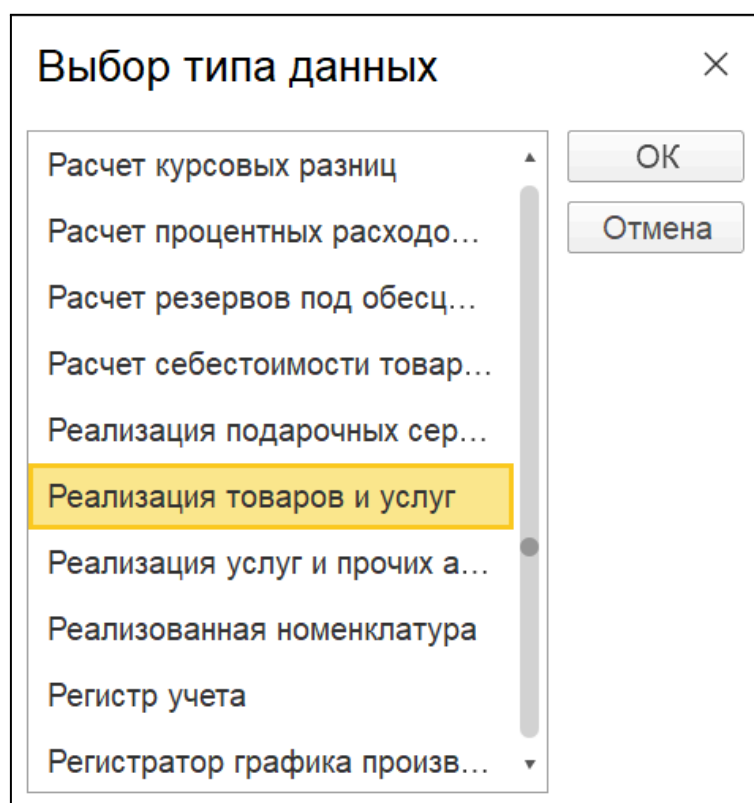

Рис. 54. Выбор документа-основания
8. Выберите документ «Реализация товаров и услуг» (рис. 54) и нажмите «ОК».